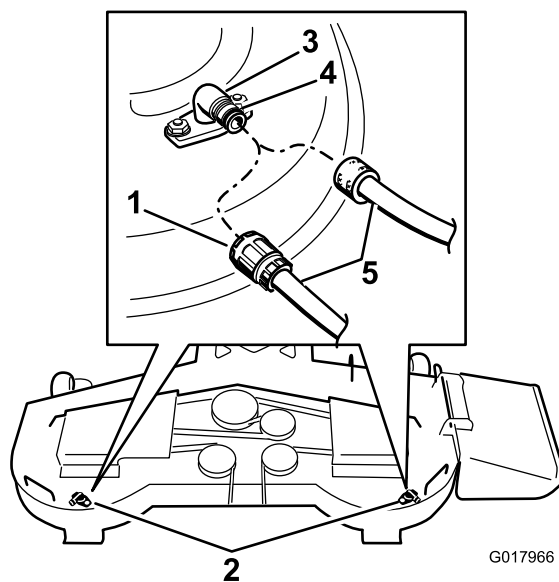

Figure 69
3. Branchez le raccord du flexible au raccord de lavage du tablier de coupe et ouvrez l'eau en grand (Figure 69).